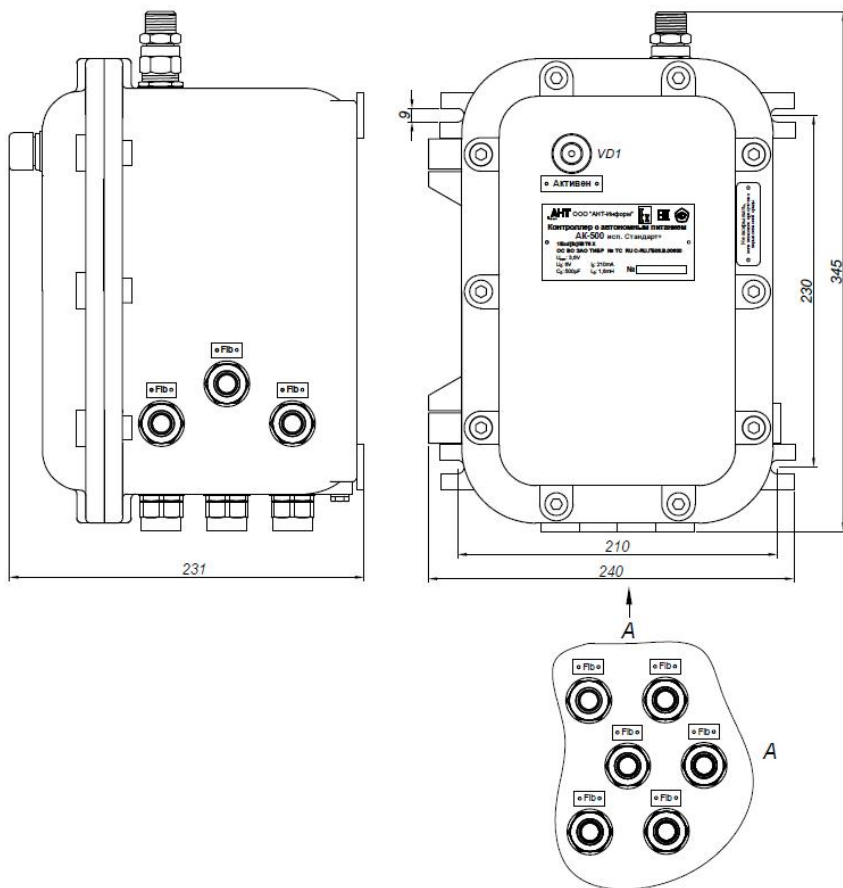

Рисунок 1.2 Внешний вид контроллера АК-500 «Стандарт-М» и «Стандарт-М+»
- 1) Стандарт-М – во взрывонепроницаемой оболочке вида Exdc шестью взрывозащищенными кабельными вводами снизу, тремя сбоку корпуса и одним антенным вводом по комплекту КД АЕТВ.426400.001 (рис. 1.2). Кабельные вводы сбоку могут быть заменены на заглушки;
- 2) Стандарт-М+ – во взрывонепроницаемой оболочке вида Exdc шестью взрывозащищенными кабельными вводами снизу, тремя сбоку корпуса и одним антенным вводом по комплекту КД АЕТВ.426400.001-01 (рис. 1.2).